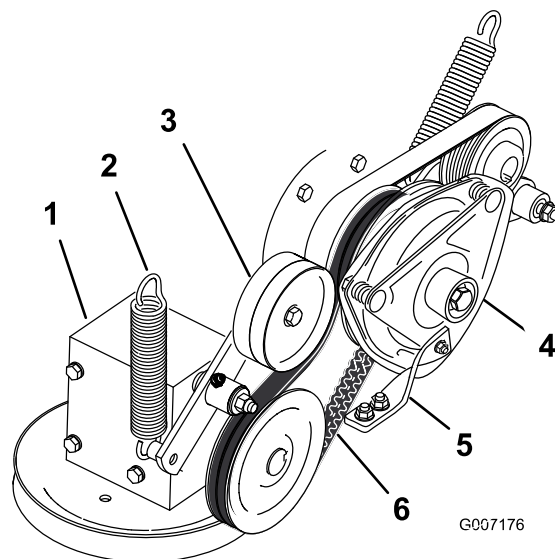

Bild 67
4. Entfernen Sie die Feder vom Spannarm (Bild 67).
7. Verlegen Sie den neuen Zapfwellen-Treibriemen um die Kupplungs- und Getriebebeanspannscheibe (Bild 67).
9. Haken Sie die Feder wieder in den Spannarm ein (Bild 67).